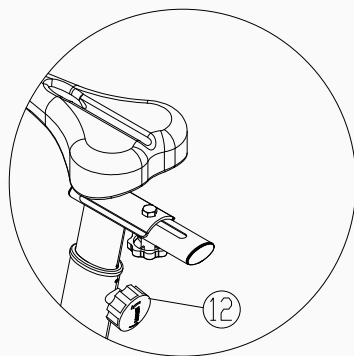

Figura 9
9. Reglați înălțimea scaunului cu ajutorul butonului în formă de stea (Piesa 12). Sunt disponibile mai multe poziții de înălțime; a se consulta Figura 9.